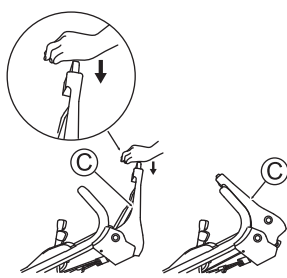

Fig. 17
3. Empurre o manipulador da lâmina (C) para a frente pressionando o botão amarelo. Em seguida, a lâmina começará a girar. (Veja a fig. 17)